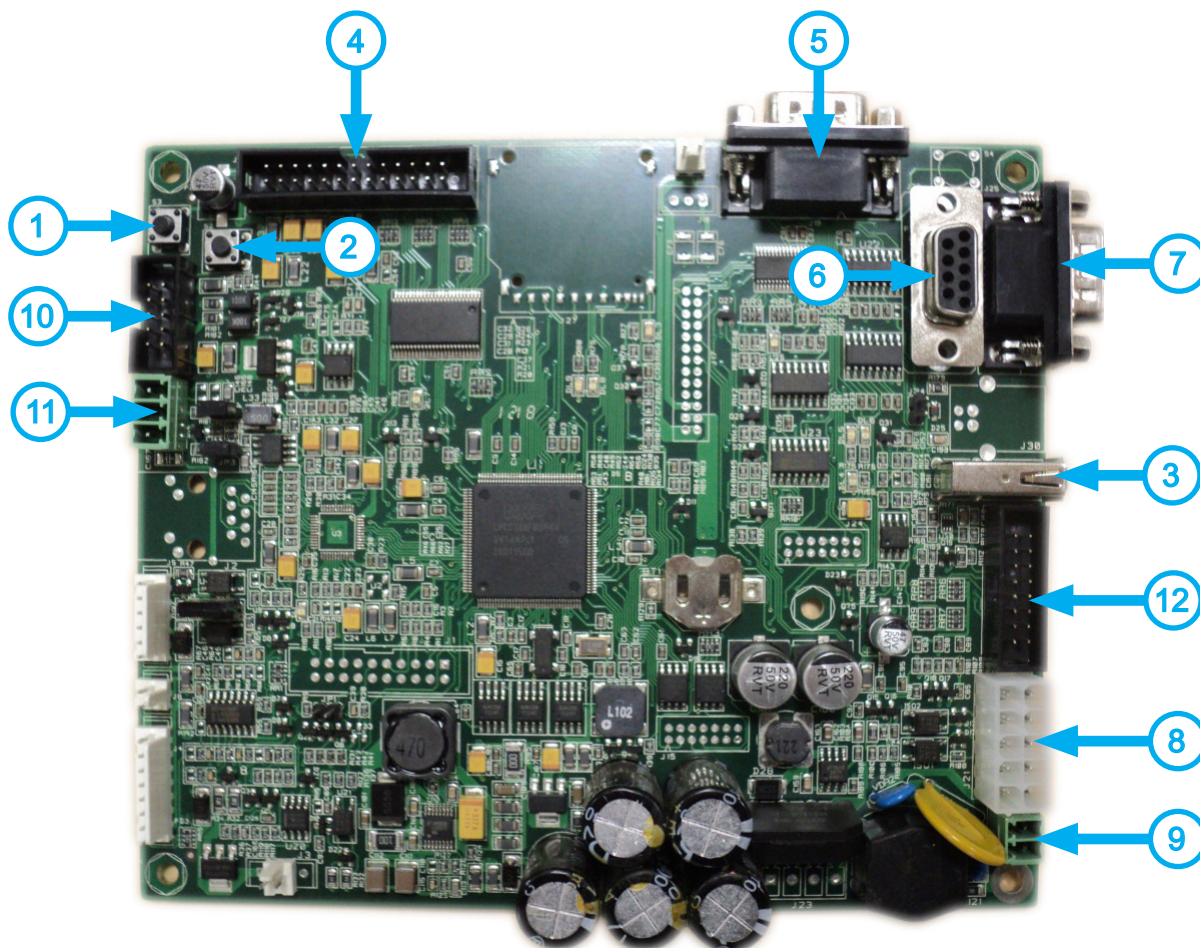

Рисунок 34 - Плата контроллера (019-02)
Управление работой узлов и устройств автоматов осуществляется платой управления (далее контроллер) (см.рис.34). Плата контроллера (Main Board) учитывает статистику, управляет платёжными системами и режимом работы автомата, работает с USB- flash накопителями для сохранения аудита и загрузки настроек. Работа контроллера происходит в соответствии с алгоритмом работы встроенного программного обеспечения - программы управления (прошивка).
Затем нажать и удерживать до звукового сигнала соответствующую кнопку на клавиатуре быстрого доступа, расположенную на внутренней стороне двери автомата или нажать и удерживать до звукового сигнала кнопку (1) или (2), расположенные на плате управления (см. рис. 34).